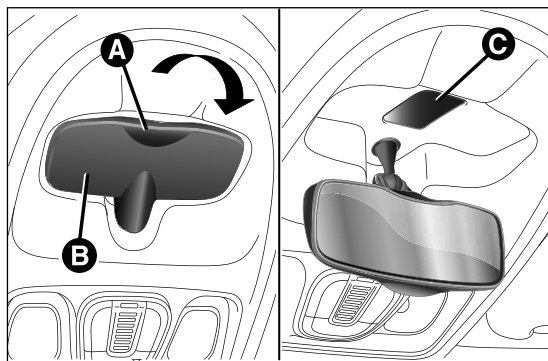

fig. 184
- ☐ aflojar el tornillo y retirar el tapón C fig. 184 de recubrimiento de la fijación;